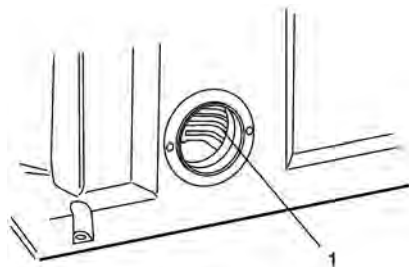

fig. 3 – saída para aspirador de pó
A saída de pó (1) está localizada na parte traseira da máquina, fig. 3, ao qual pode ser acoplado em um aspirador de pó industrial.